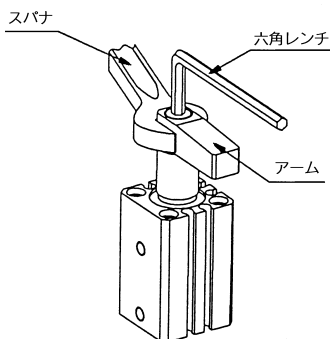

図1
- ① アームをピストンロッドへ着脱する際は、シリンダ本体を固定せず、アームをスパナ等で保持してボルトを締付け、または、緩めてください。(図1)